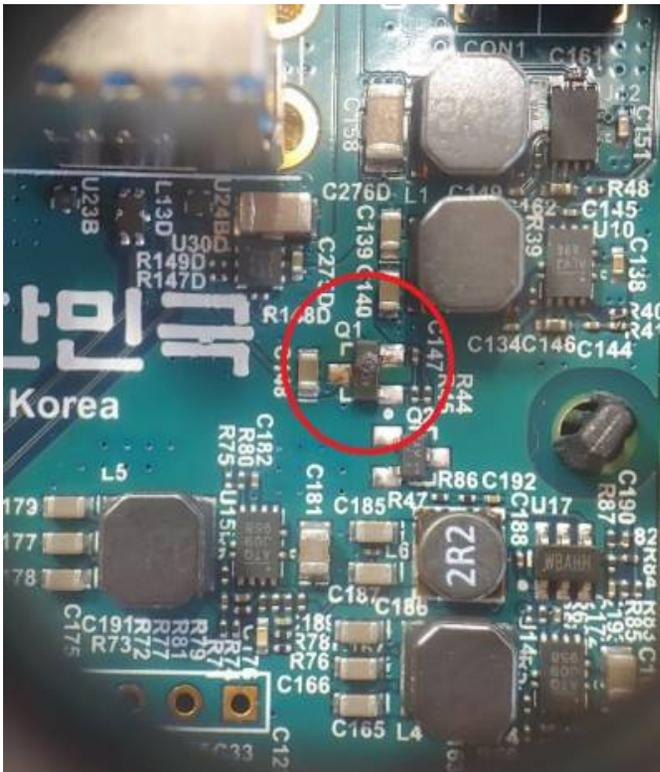

Figura 3 - Q1 resaltado en rojo
Paso 1. Básicamente, se puede ver que el Q1 está dañado por su apariencia tal y como se muestra en la figura 3.